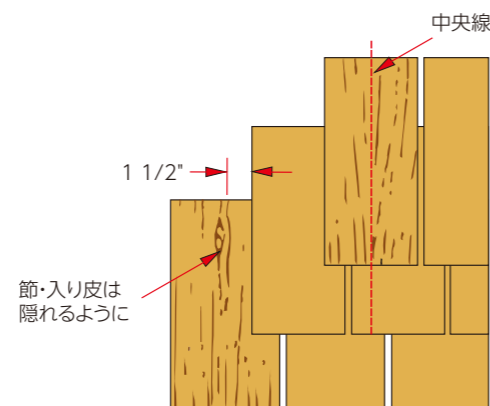

図5a: 並べ方
5. 板目と桁目が混在するグレードのシングルについては、継ぎ手と上下のシングルの中央線とが同線上にならないように設置します。(図:5a)